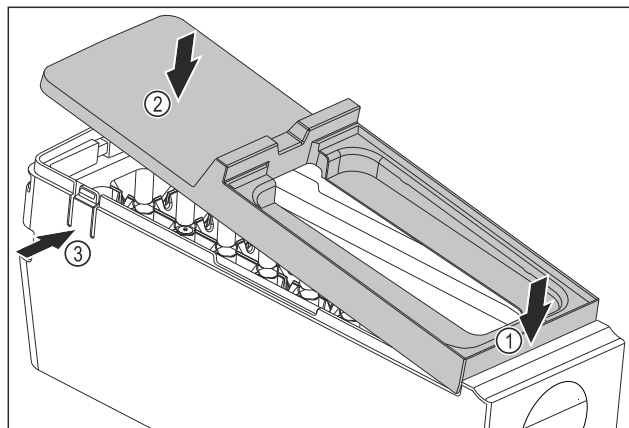

Fig. 99
- ▶ Montaż osłony korpusu EasyTwist-Ice: Osłonę założyć od przodu. Fig. 99 (1)
- ▶ Opuścić osłonę z tyłu. Fig. 99 (2)
- ▷ Osłona zatrzaskuje się słyszalnie w obu nakładkach Fig. 99 (3).